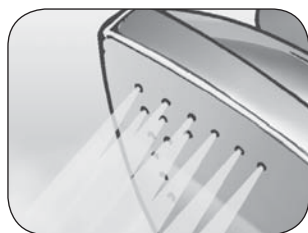

Fig. 5
- 2 Premere l'interruttore di accensione caldaia (L).
- 3 Impostare la manopola regolazione vapore (K) sul valore desiderato.
- 4 Premere l'interruttore (O) per l'accensione del ferro da stiro.
- 5 Selezionare la temperatura desiderata tramite la manopola termostato (F).
- 6 Attendere l'accensione della spia (M) per utilizzare il vapore.
- 7 Prima di dirigere il getto di vapore sul capo da stirare, erogare due o tre colpi di vapore prolungati verso terra per far stabilizzare il getto (Fig. 5).